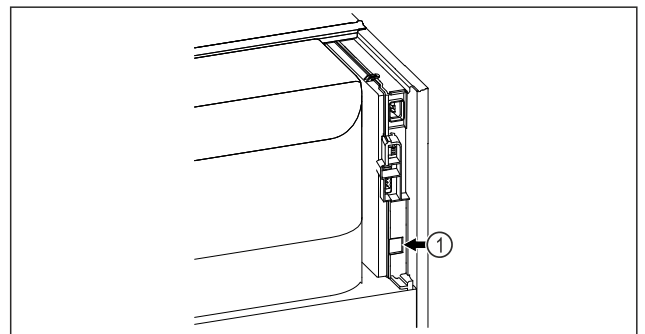

Fig. 109
- Le SmartModule Fig. 109 (1) est installé.